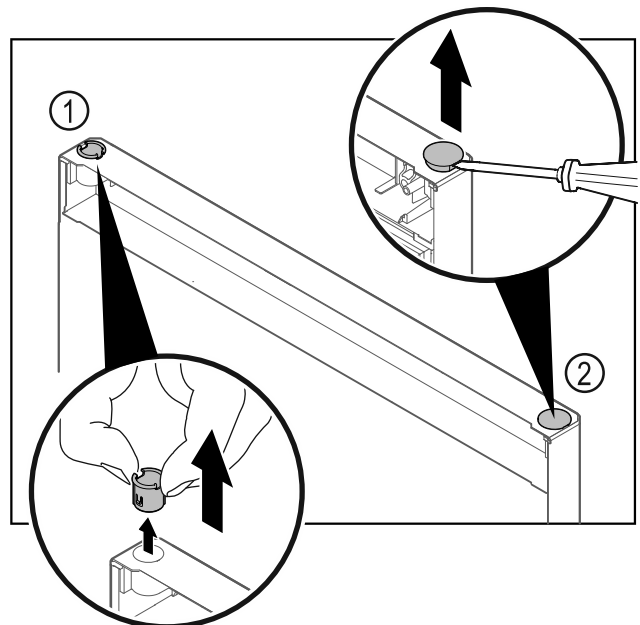

Fig. 27 冷藏区门
- ▶ 用手指拔出合页衬套 Fig. 27 (1)。
- ▶ 用带槽螺丝刀小心撬起盖塞 Fig. 27 (2) 并将其拔出。